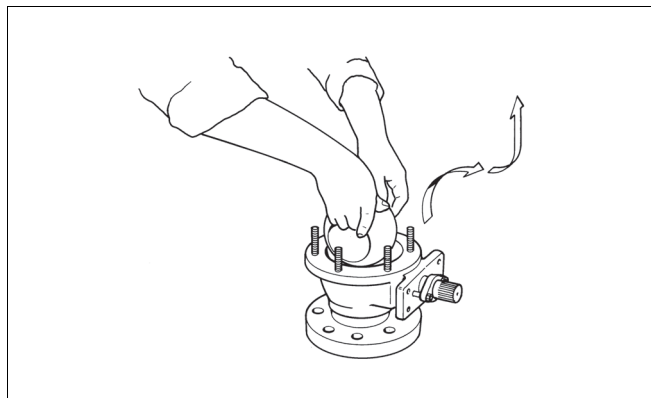

图 19 拆下球芯
- 通过抓住流道孔（小尺寸）或将绳索穿过流道孔并绕流道孔轴线转动，将球芯（3）从阀体（1）提起。小心地移动球芯，并将其放置于柔软表面。请参见图 19。